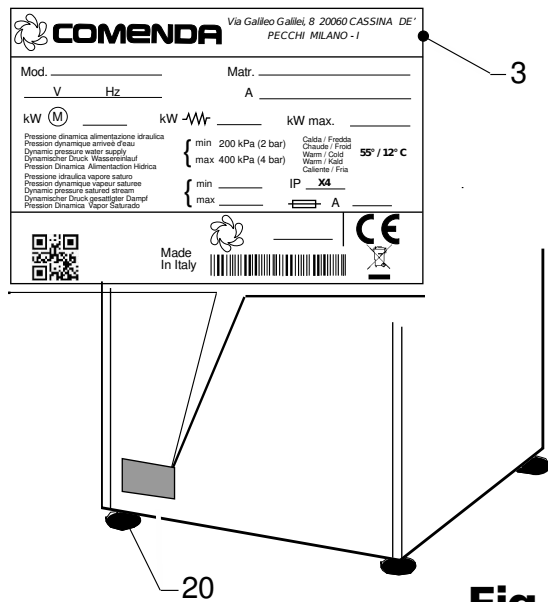

Fig. 5
3.1.с Подключение электричества (рис. 5)
- Перед выполнением электрического подключения убедитесь, что данные на линии электропередачи соответствуют данным, указанным на заводской табличке (поз.3 рис. 5), и что главный выключатель (рубильник) электропитания расположенный выше от посудомоечной машины отключен “ О ” OFF.
- Подключите кабель питания (9) к главному выключателю (рубильнику) выше по потоку от посудомоечной машины.
- Подключите эквипотенциальный электрод заземления к клемме (7).